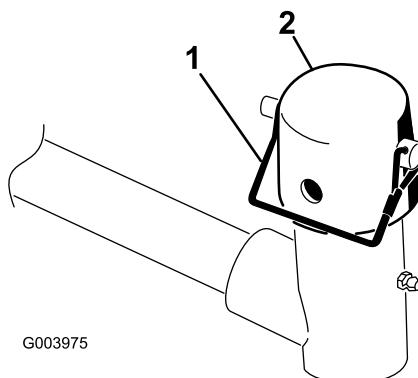

Figura 9
9. Retire el pasador de seguridad y el tapón de la horquilla de pivot del brazo de elevación (Figura 9).
Nota: Utilice la ranura si se desea que la unidad de corte sea dirigible, y utilice el taladro si la unidad de corte va a quedar bloqueada en una posición fija (Figura 9).